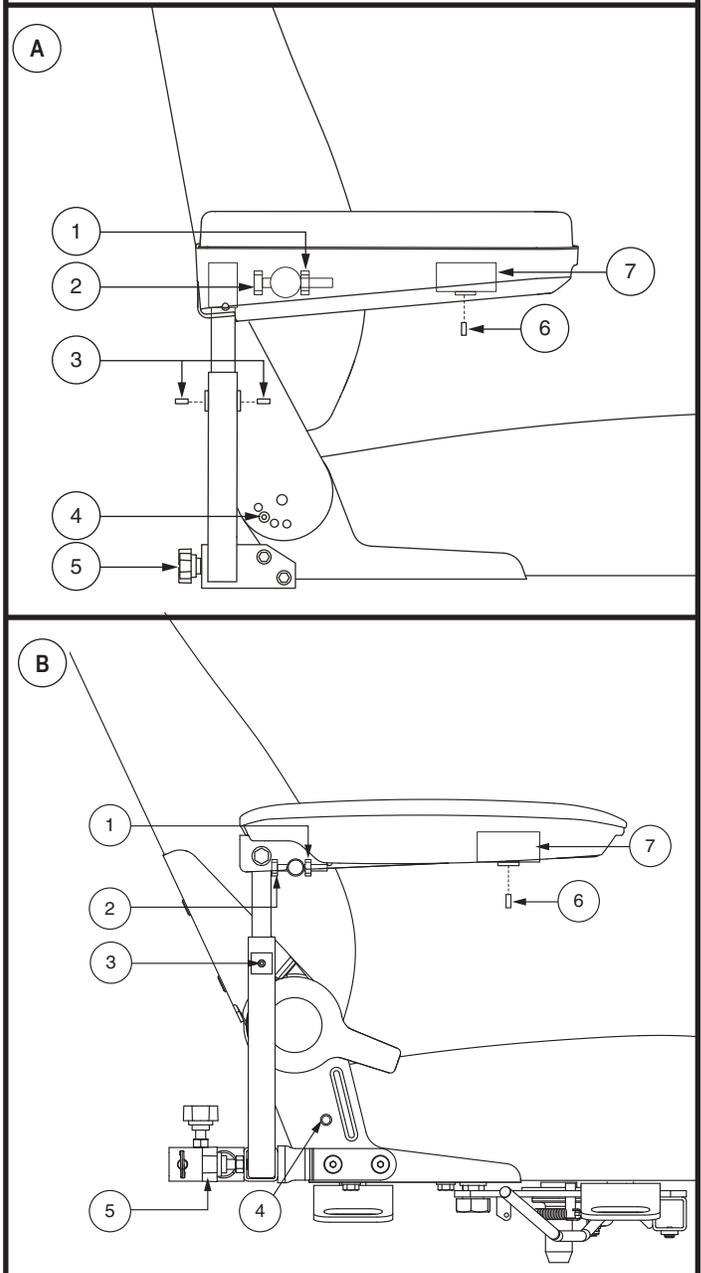

Figura 14. Ajuste del respaldo y reposabrazos
**NOTA:** La configuración más común del hardware de ajuste del asiento se muestra en la figura 14. Su producto puede estar equipado con una configuración diferente. Todas las configuraciones operan de manera similar.
1. Quite los tornillos de ajuste de las dos bisagras del asiento. Ver figura 14.
1. Localice los dos pomos de ajuste en el soporte del reposabrazos. Ver figura 14.
1. Afloje los dos tornillos de presión del reposabrazos. **Ver figura 14.**
2. Afloje el tornillo a presión del soporte del regulador. **Ver figura 14.**
5. Afloje el tornillo a presión de la parte inf. interna de cada reposabrazos. **Ver figura 14.**